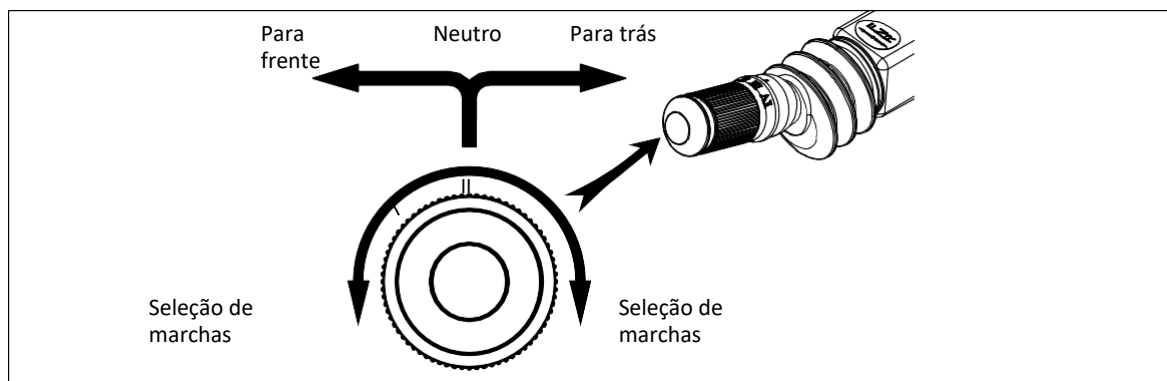

Figura 6-10 Alavanca de Marcha
1. **ALAVANCA DE MARCHA** – Use para controlar a seleção de marchas de transmissão. Puxe na direção do operador para a ré. Empurre na direção do painel para avançar. Gire a alavanca para definir a velocidade. Consulte a figura 6-10.